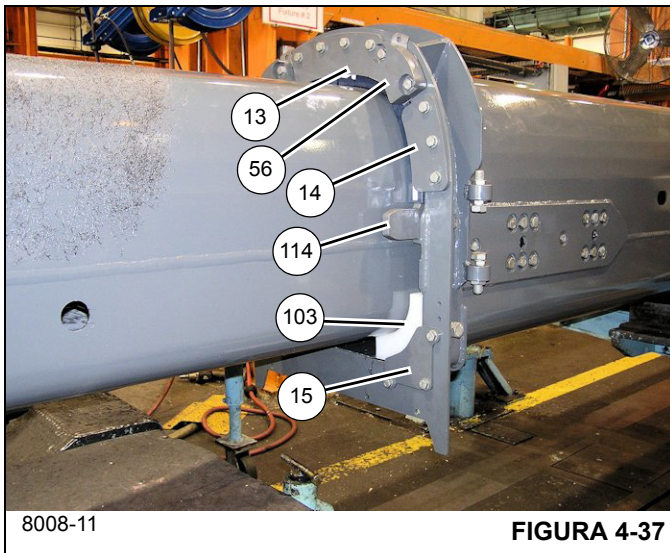

FIGURA 4-37
36. Inserte la sección telescópica 4 (5) tres cuartos de la distancia dentro de la sección telescópica 3 (4).
37. Instale la placa antirrodaje (114) en el interior de la sección telescópica 3 (4) utilizando los dos pernos (105) (lados izquierdo y derecho) (vea la Figura 4-37).
38. Utilice una eslinga y un elevador adecuados y eleve levemente la parte delantera de la sección telescópica 4 (5) para que se puedan instalar las almohadillas de desgaste en la parte delantera de la sección telescópica 3 (4).
39. Instale la almohadilla de desgaste superior (103) en la parte delantera de la sección telescópica 3 (4) utilizando los dos pernos (27) y las tuercas (28) (lados izquierdo y derecho); compruebe que la parte delgada de la almohadilla de desgaste superior (103) esté orientada hacia el lado de la sección telescópica 3 (4) (vea la Figura 4-37).
40. Instale la placa retenedora (15) en la parte delantera de la sección telescópica 3 (4) utilizando los tres pernos (19), las seis arandelas planas (16), las tres arandelas de seguridad (17) y las tres tuercas (18) (lados izquierdo y derecho) (vea la Figura 4-37).
41. Baje la sección telescópica 4 (5) sobre las almohadillas de desgaste instaladas recientemente (103).
42. Instale los suplementos (100) y las almohadillas de desgaste inferiores delanteras (101, 102) en la parte inferior de la sección telescópica 3 (4).
43. Instale las placas retenedoras izquierda, derecha e inferior (2x-14, 13) en la parte delantera de la sección telescópica 3 (4) utilizando los pernos (19), las arandelas planas (16), las arandelas de seguridad (17) y las tuercas (18) (vea la Figura 4-37).
44. Instale el bloque de tope (56) en la parte delantera de la sección telescópica 3 (4) utilizando los dos pernos (58), las cuatro arandelas (16), las dos arandelas de seguridad (17) y las dos tuercas (18) (lados izquierdo y derecho) (vea la Figura 4-37).